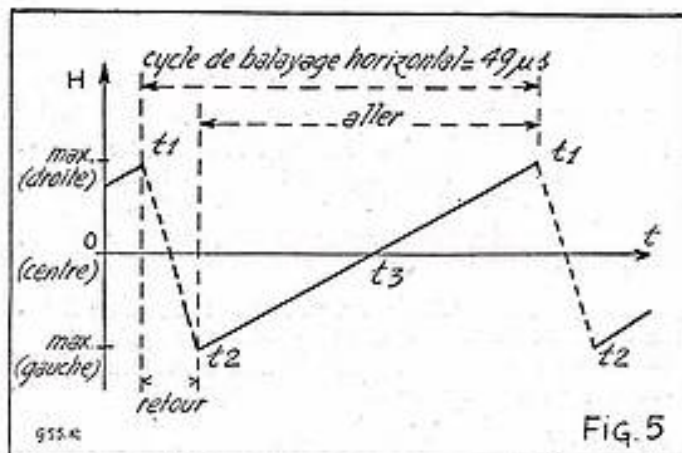

Fig. 5
2. — Le cordon masse branché au châssis du récepteur (fig. 5).
La figure 5 s'applique à la déviation horizontale (balayage « lignes »). On remarquera que l'allure générale